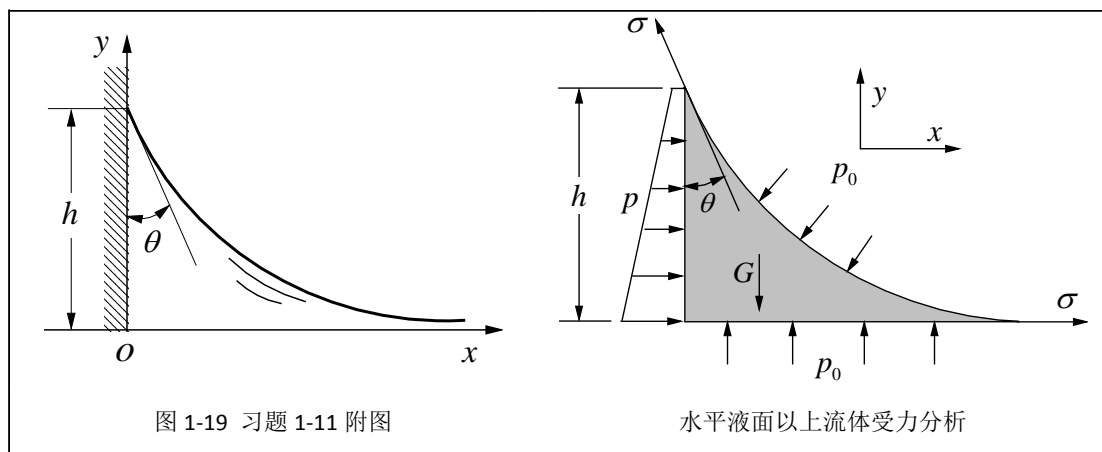

图 1-19 习题 1-11 附图
**1-11** 如图 1-19 所示，一平壁浸入体积很大的水中。由于存在表面张力，在靠近壁面的地方水的表面成为弯曲面，弯曲液面垂直于  $x-y$  平面。假定弯曲面曲率半径  $r$  可以表示成  $1/r = d^2 y / dx^2$ ，接触角  $\theta$  和表面张力系数  $\sigma$  已知。试确定平壁附近水面的形状和最大高度  $h$ 。